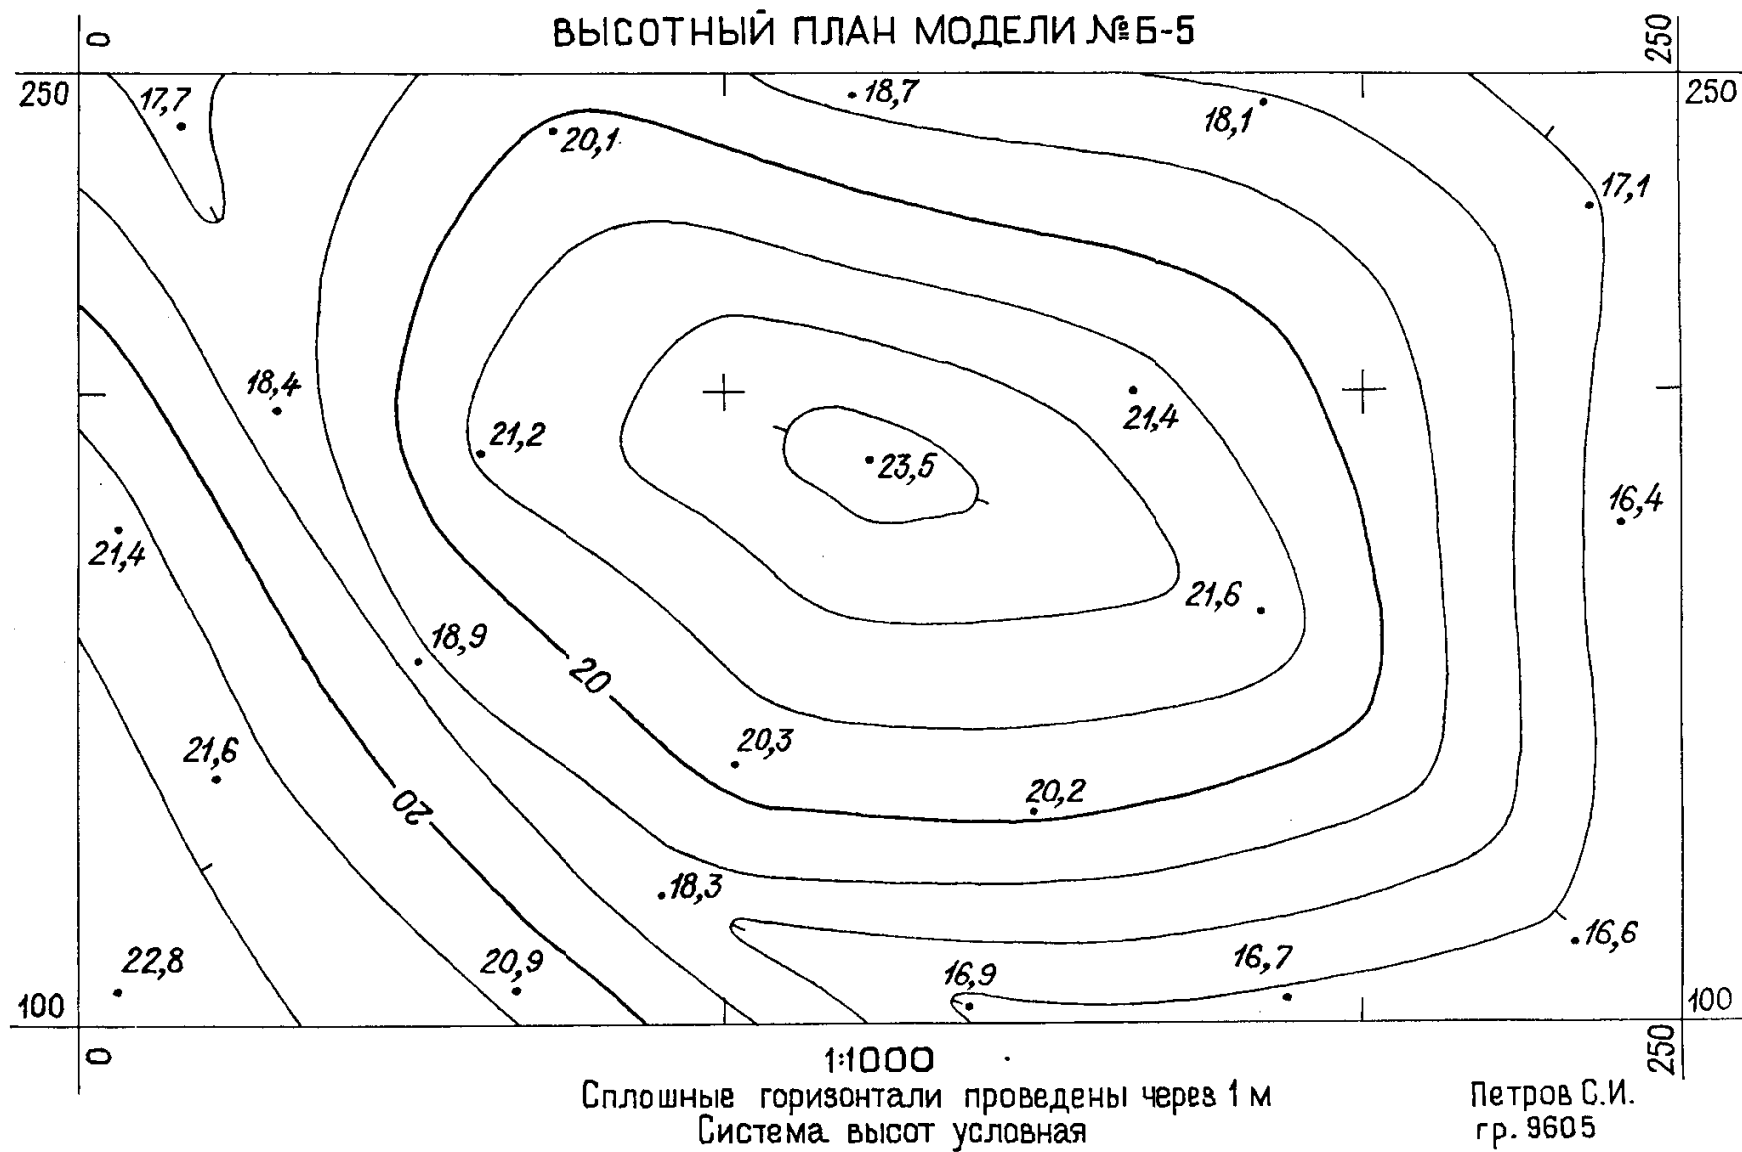

Рис. 2. Высотный план модели местности
3. Каждый студент, оформив ведомость (табл. 1), должен вычертить на листе чертежной бумаги формата $A4$ координатную сетку, размеры которой 150 мм по оси X и 250 мм по оси Y . Сетка должна располагаться симметрично относительно краев листа. Подпишите координаты сетки по оси Y от 0 до 250 м у обоих студентов, а по оси X у одного студента от 0 до 150 м, а у другого от 100 до 250 м (рис. 2).
5. Оформите план в карандаше (рис. 2). Вначале подпишите курсивом отметки точек, располагая цифры горизонтально. Все остальные подписи выполняются прямым шрифтом. Проведите горизонтали толщиной 0,15 мм. Горизонтали, отметки которых кратны 5 м, утолстите до 0,25 мм и укажите их отметки, располагая верх цифр в сторону возвышения.